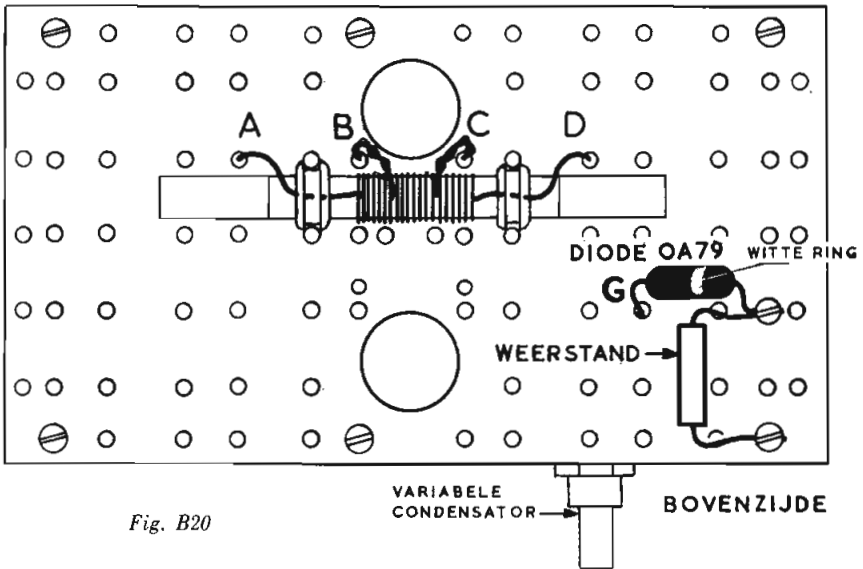
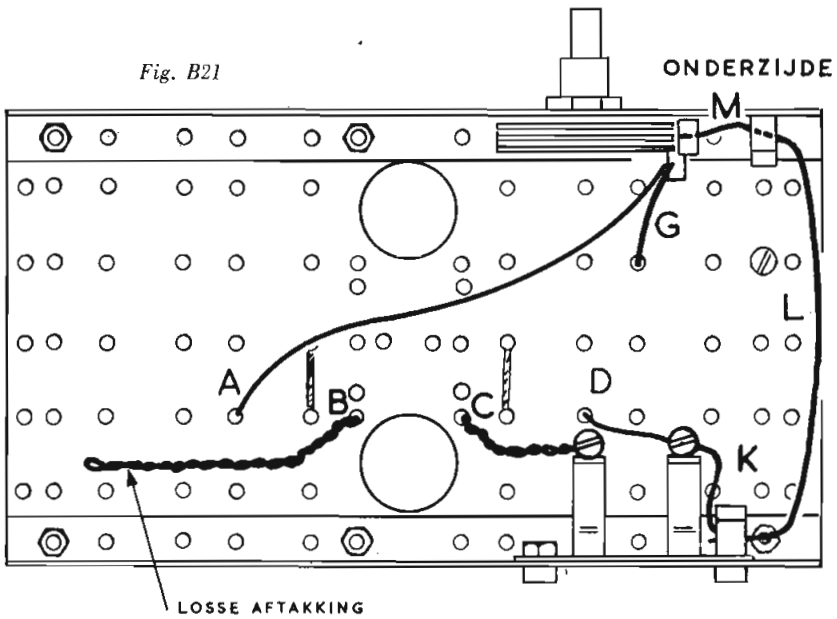
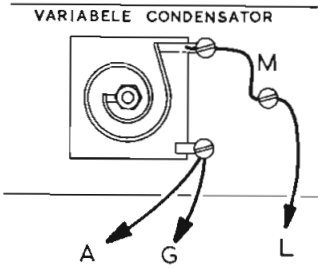

Fig. B20
Fig. B21
Fig. B22
17. Monteer de **weerstand** en de **diode OA 79** aan de bovenzijde volgens figuur B20, zie blz. 17. De witte ring op de diode moet aan de zijde van de weerstand komen. Eén van de aansluitdraden van de diode (deze draad is in fig. B20 gemerkt met de letter **G**) verdwijnt door een gat in de bruine isolatieplaat naar de onderzijde. In figuur B21 en figuur B22 kun je zien, dat deze draad **G** moet worden vastgezet in de klem aan de variabele condensator, die het dichtst bij de bruine isolatieplaat is gelegen.
18. Nu gaan we de **spoel** aansluiten. Steek de vier aansluitdraden door gaatjes in de bruine isolatieplaat (zie figuur B20) en zet drie van deze draden aan de onderzijde vast in de klemmen, die in figuur B21 zijn aangegeven: twee aan de stekkerbusplaat en één aan de variabele condensator. De aansluitdraden van de spoel zijn in beide tekeningen met dezelfde letters (**A**, **B**, **C** en **D**) aangegeven. Aansluitdraad **B** hoeft in de „Pionier I” niet te worden aangesloten. Rol deze draad maar in elkaar en zorg er voor, dat hij geen onderdelen, montageplaat of andere draden raakt.
19. Leg de draad **M** van de tweede klem aan de variabele condensator naar de klem aan de metalen montageplaat, zie figuur 21 op blz. 17 en figuur B22.
Het prinsipeschema van de „Pionier I” met de Philips universeelspoel PP 11 is in figuur 5 getekend. De cijfers bij de spoel komen overeen met de cijfers, die in figuur 6 bij de aansluitlippen van de spoel zijn gezet. Het merkteken bestaat uit een gaatje, dat aan één zijde in het bruine isolatieplaatje aan de onderzijde van de spoel is aangebracht. De letters die bij de draden aan de aansluitlippen zijn aangegeven, komen overeen met de letters die in de bouwtekeningen zijn gebruikt (figuur B20, B21 en B22).